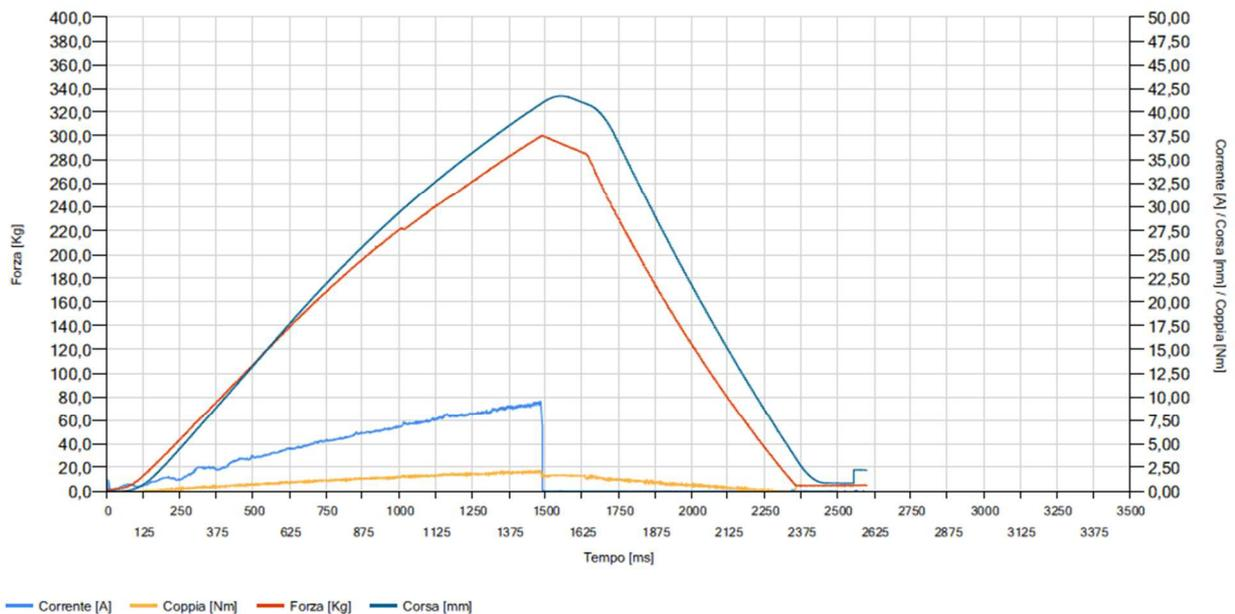

Figura 7 Caratterizzazione grandezze
- 2- Grafico di caratterizzazione di Corrente/Coppia/Forza/Corsa (vedasi figura 7)